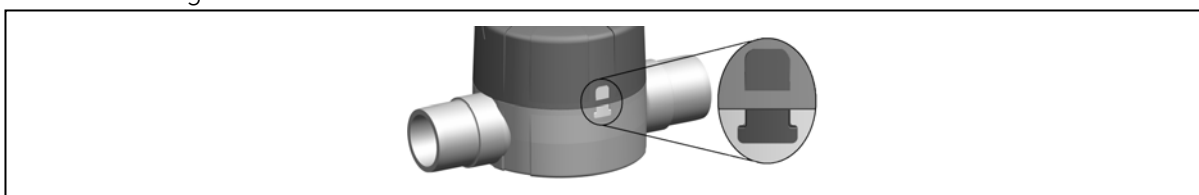

Fig. 26
- y que el indicador de posición semicircular se alinee con el cierre por fricción, véase Fig. 26